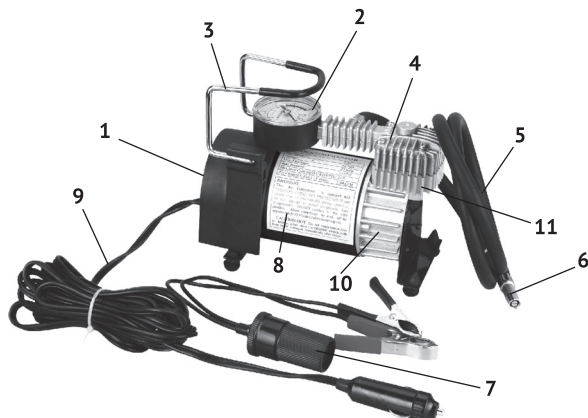

рис.1
Выключатель компрессора (рис.1 поз.1), имеет два фиксированных положения «I» - включено и «0» - выключено.
1.6 Общий вид компрессора представлен на рис.1
1.7 Коллекторный двигатель постоянного тока расположен горизонтально в металлическом корпусе (рис.1 поз.8). Вращательный момент с якоря электродвигателя шатуном преобразуется в возвратно-поступательное движение поршня. Цилиндр с клапанной коробкой расположены вертикально в металлическом корпусе картера (рис.1 поз.10). На корпусе блока цилиндра (рис.1 поз.11) закреплена головка блока (рис.1 поз.4) с выпускным клапаном, выполняющая также функцию отведения тепла от цилиндра во время работы.
По манометру (рис.1 поз.2) осуществляется постоянный контроль давления в шине.
На выходной штуцер (рис.1 поз.6) воздушного шланга (рис.1 поз.5) накручивается одна из 3-х универсальных насадок для подкачки (накачивания) шин (мячей, лодок, игрушек).
Кабель питания (рис.1 поз.9) подключается к прикуривателю автомобиля, при установке переходника (рис.1 поз.7) компрессор подключается зажимами к клеммам аккумулятора автомобиля.